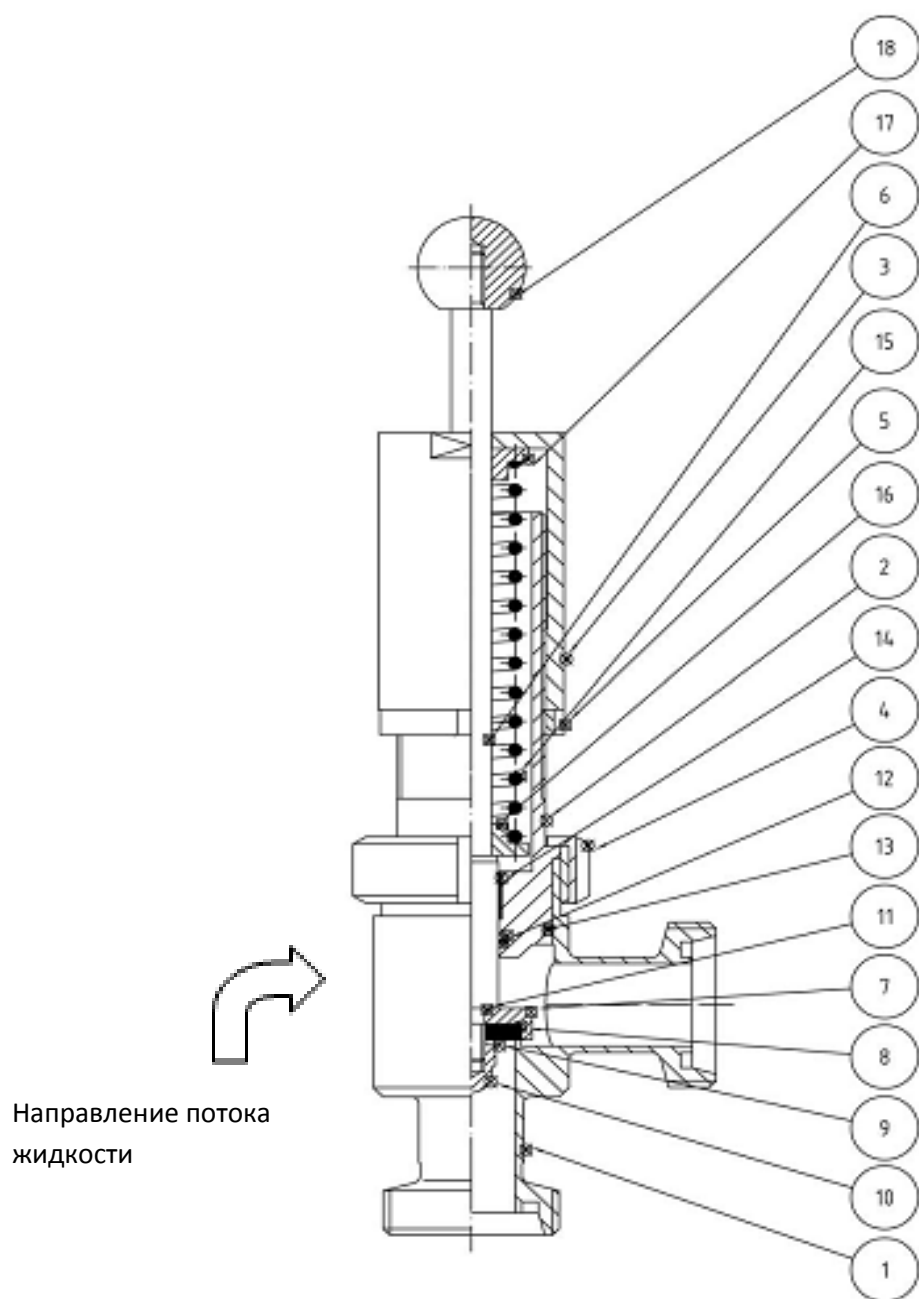

Рис. 1 Чертёж углового перепускного клапана GG (Размеры см. в главе 10.1)
- Пожалуйста, следите за направлением потока жидкости (см. рис. 1).
- Угловой перепускной клапан подключите с помощью впускного и выпускного штуцеров корпуса клапана (1) к подводящим или отводящим трубопроводам. Для этого, используя соответствующие уплотнительные кольца DIN 11851-G (M&S Art.-Nr. 111), подходящей шлицевой гайкой DIN 11851-F (M&S Art.-Nr. 110) прикрутите концы труб с коническими штуцерами DIN 11851 (M&S Art.-Nr. 114) к резьбовым штуцерам.
- Клапан настраивается на определенное давление поворотом резьбовой втулки (3) и фиксируется контргайкой (5).
- Открутить контргайку (5) с резьбовой втулки (3).
- Резьбовую втулку (3) повернуть в направлении ручного переключателя (18) и расслабить пружину (15).
- Крючковым ключом открутить шлицевую гайку (4) на корпусе клапана (1).
- Снять ручной переключатель (18) со стержня клапана (6).
- Верхнюю часть (2) вместе со стержнем вытащить из корпуса клапана.